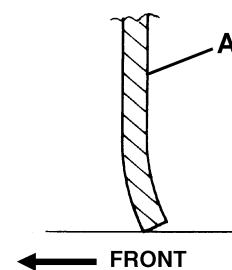

Рисунок 15
- Передняя юбка (А, Рис. 15) слегка касается пола (как показано на рисунке).